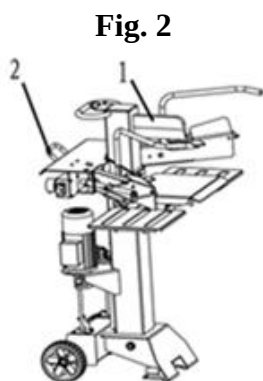

Fig. 2
4.4- Spostare lo spaccalegna (Fig. 2)